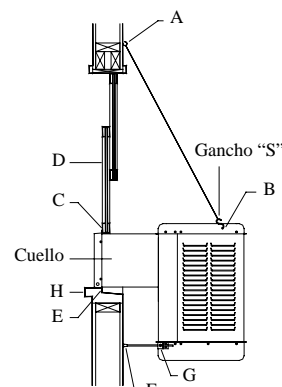

Fig. 2
Ponga los dos ganchos para la cadena arriba del cuello del enfriador, separados por una distancia equivalente al ancho de la unidad (A-fig. 2). Enganche una cadena en cada gancho y luego enganche un gancho “S” en cada cadena. **NOTA:** Los ganchos que vienen con ésta unidad tienen rosca de tornillo para madera y son para uso en paredes de madera. Las paredes de concreto o ladrillo requieren el uso de tuercas mariposas de suficiente fuerza o anclas con ganchos de acoplamiento.
Coloque el cuello del enfriador dentro de la ventana para que la parte inferior de la pestaña del cuello se asiente en la repisa de la ventana y la pestaña (E-fig. 2) se ajuste contra el borde de la repisa (H-fig. 2). Con el enfriador situado en la ventana, enganche los ganchos “S” en los agujeros encontrados en la esquina trasera superior de la unidad (B-fig. 2).
- **Coloque la ventana detrás de la guarda de retención.** Levante la parte trasera del enfriador para que la ventana (D-fig. 2) pueda bajarse y quedar detrás de la parte superior de la guarda de retención (C-fig. 2).
- **Ajuste las patas.** Saque las patas (F-fig. 2) para que los topes de hule descansen contra el costado de la pared. Apriete el tornillo del collar (G-fig. 2).